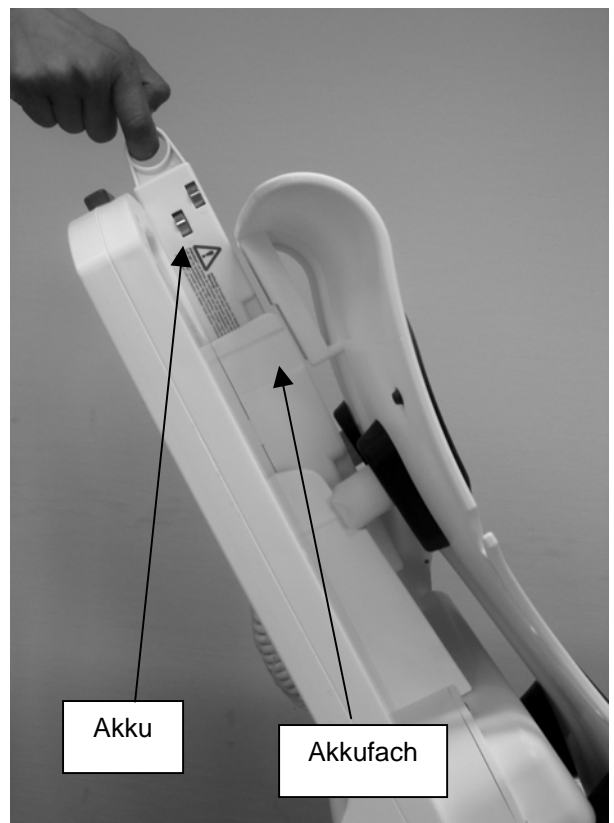

Bild 6
8. Den Akku in das Akkufach einsetzen (Bild 6).